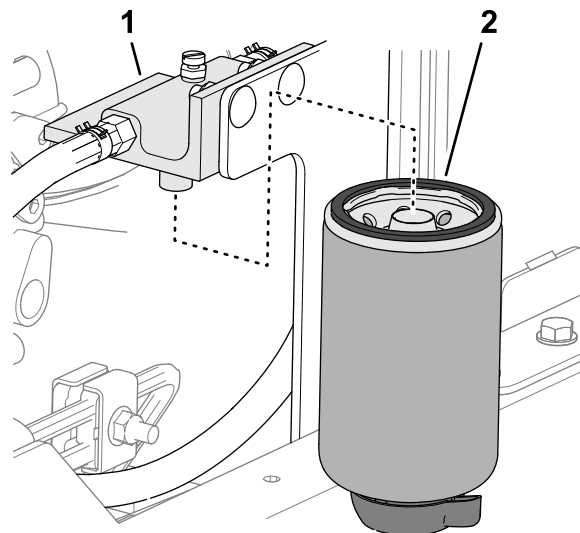

Figure 116
2. Nettoyez la tête et la cartouche du filtre (Figure 116).